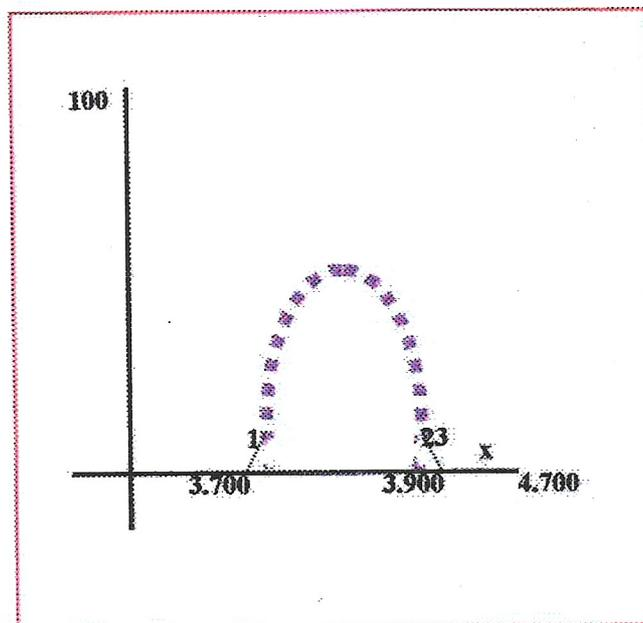

FIGURA 1. "APX/Automatic Adjustment" - calibrando o goniômetro.
Aparecerá um gráfico com a inscrição "APX/Automatic Adjustment" (Figura 1).
**Nota:** na posição **X** do gráfico da Figura 1, teclar **Esc**, porque já se formou o pico de interesse.